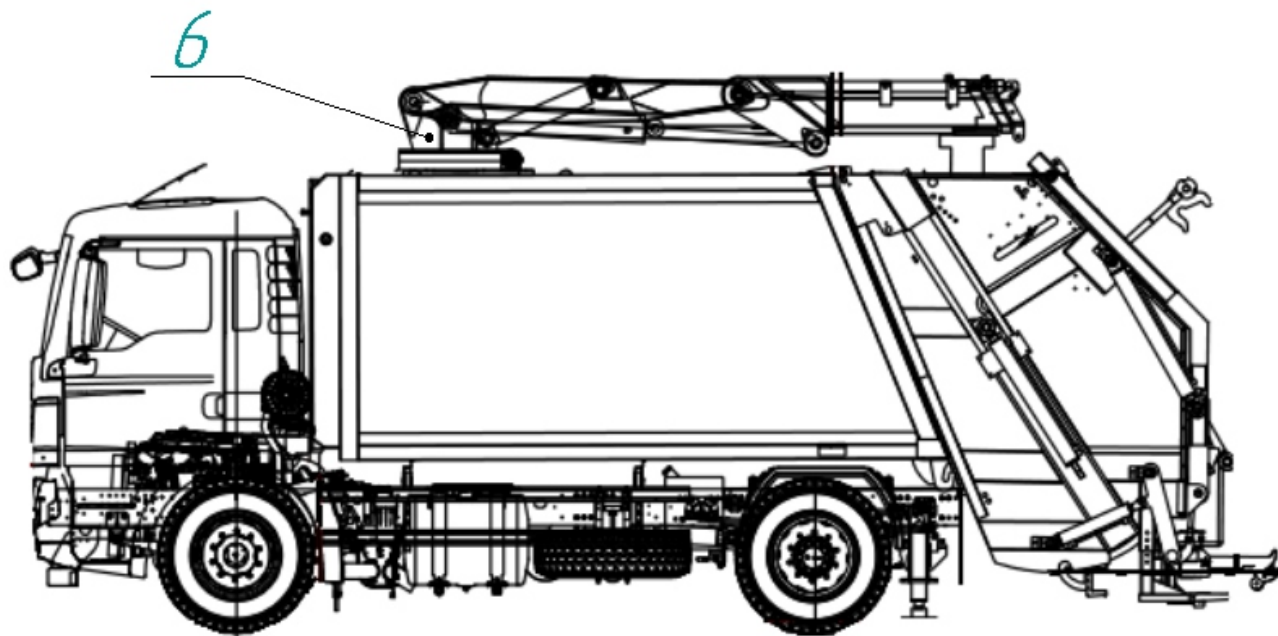
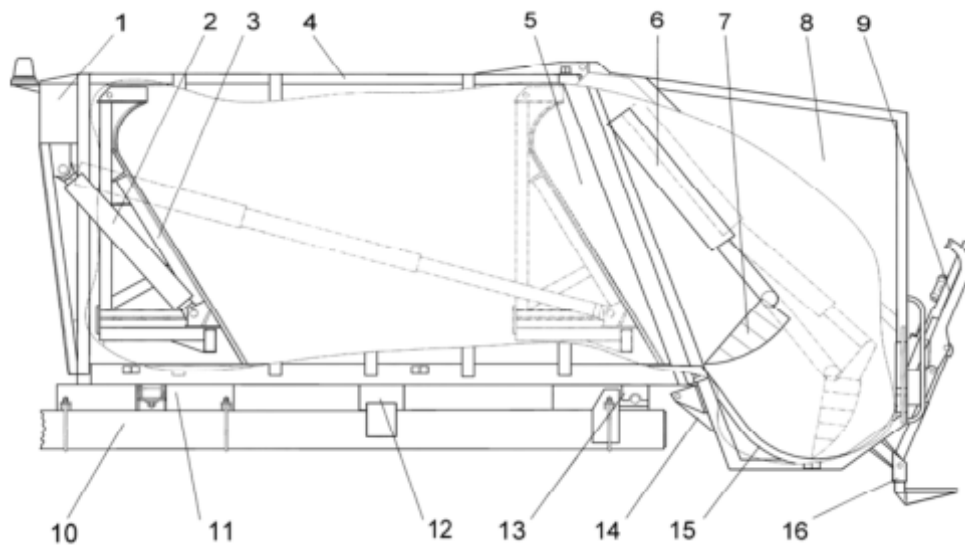

Рисунок 2. Схема расположения узлов и агрегатов
Рисунок 3. Специальное оборудование мусоровоза
Служит для накопления спрессованных ТБО (рис.2, п.2). Мусоросборник представляет собой сварную металлоконструкцию из днища, боковых стенок и крыши. Боковые стенки и крыша представляют собой усиленную профилями стальную рамную конструкцию.
Выталкивающая плита служит для уплотнения и последующего удаления спрессованных ТБО из мусоросборника при разгрузке мусоровоза. Плита является перемещающейся передней стенкой мусоросборника (рис.2, п.3). Гидравлическая система управления, регулируя шаговое отодвигание выталкивающей плиты в процессе загрузки, обеспечивает оптимальную степень уплотнения ТБО. В середине щита, вблизи днища, расположена опора для телескопического гидроцилиндра (рис.3, п.2), при помощи которого осуществляется движение плиты.
Металлоконструкция заднего борта (рис.3, п.8) служит каркасом для крепления двух функциональных узлов (несущей и прессующей плит). Сверху она прикреплена шарнирами к верхней задней части мусоросборника, а снизу удерживается с помощью механизма фиксации, приводимого в действие гидроцилиндрами.
Несущая плита (рис.3, п.6) приводится в движение двумя гидроцилиндрами и перемещается на четырёх скользунах в двух боковых направляющих. На нижнем конце несущей плиты установлена поворотная прессующая плита.
Прессующая плита (рис.3, п.7) служит для предварительного уплотнения ТБО в загрузочной емкости и последующего перемещения его из загрузочной емкости в мусоросборник.
Служит для выгрузки мусора из мусорных контейнеров в загрузочную емкость (рис.3, п.9).
- Трехступенчатый телескопический цилиндр для привода выталкивающей плиты (рис.3, п.2).
- Масляный бак (рис.3, п.1).